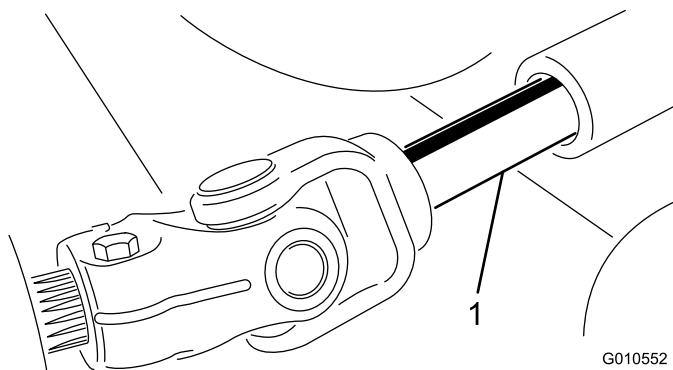

Figura 22
5. Aleje la unidad de corte de la unidad de tracción, separando las secciones macho y hembra del árbol de la toma de fuerza (Figura 22).
3. Introduzca el árbol macho de la toma de fuerza en el árbol hembra de la toma de fuerza (Figura 22).